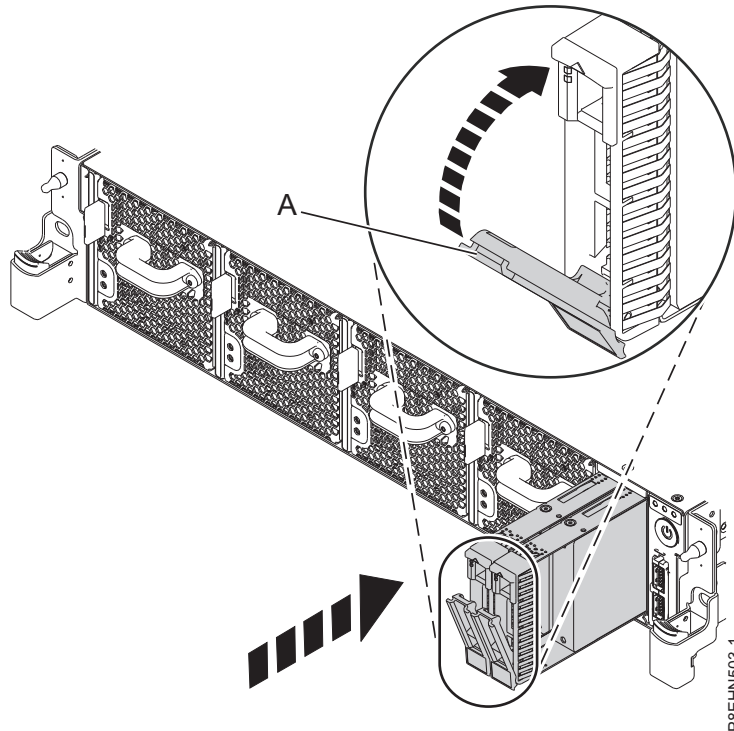

Figura 24. Bloqueando a alça de compartimento da unidade
3. Trave a alça do compartimento da unidade (A) ao empurrar a alça de liberação. Consulte Figura 24 na página 19.
5. Deslize a unidade completamente para dentro do sistema e empurre a alça do compartimento da unidade (A) até que ela trave. Consulte Figura 24.